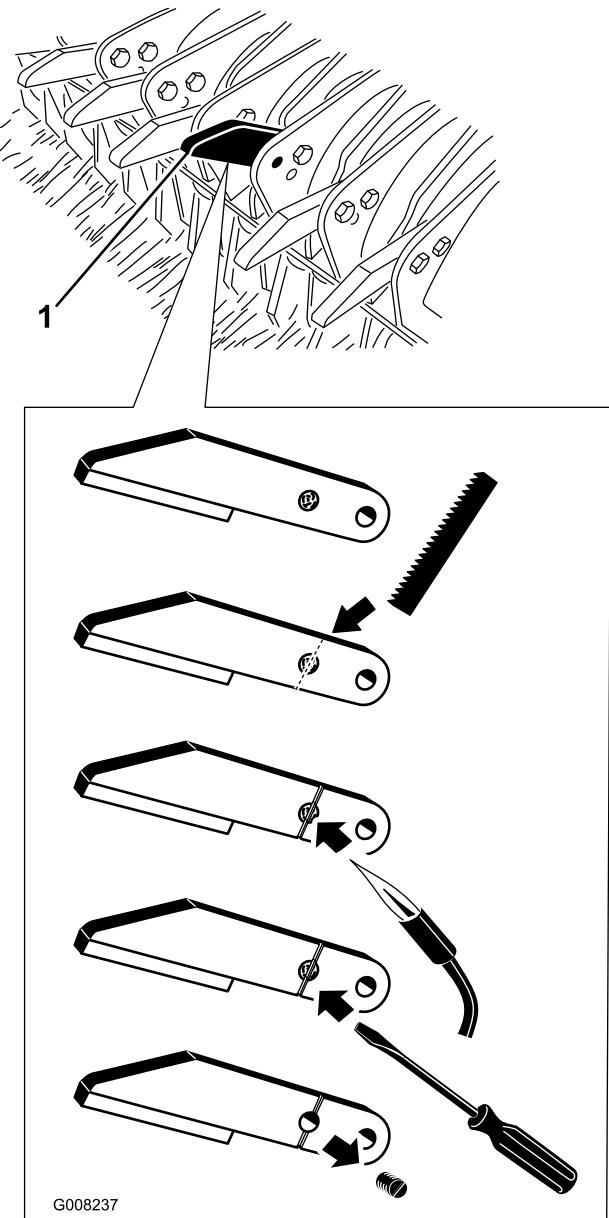

Figure 38
1. Enlevez le boulon cisaillé qui fixe l'extrémité du hacheur à la lame (Figure 38). Déposez l'extrémité du hacheur de la lame.
2. À l'aide d'une scie à métaux, entailler l'extrémité cisaillée du boulon et l'extrémité du hacheur (Figure 38). L'entaille doit être suffisamment profonde pour recevoir un tournevis à lame droite.
3. Lorsque l'entaille est faite, chauffez le boulon cisaillé au chalumeau pour amollir le Loctite (Figure 38).
4. Lorsque le Loctite est ramolli, dévissez le boulon cisaillé hors de l'extrémité du hacheur (Figure 38).